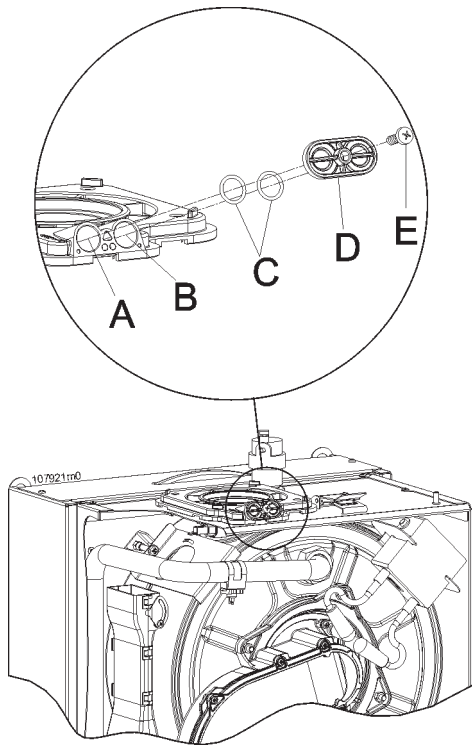

Figura 36 - Prese di analisi combustione
- collegare un analizzatore di combustione nella apposita presa sul raccordo di scarico fumi "B" di figura 36;